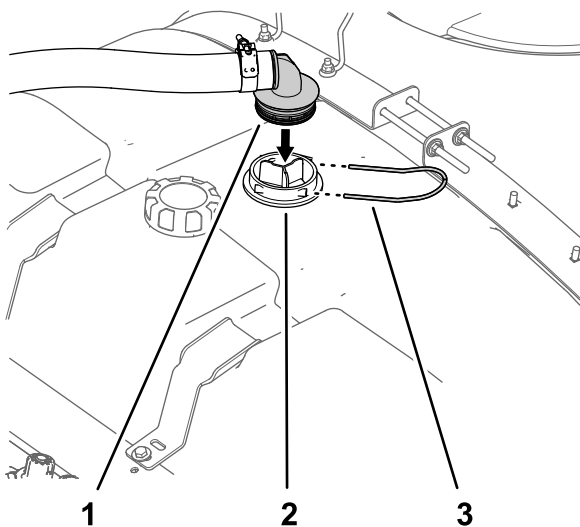

Figure 2
1. Au sommet de la cuve de pulvérisation, retirez l'étrier qui fixe le raccord à 90° cannelé du flexible d'aspiration au boîtier de la crépine d'aspiration, et détachez le raccord cannelé du boîtier (Figure 2).
2. Déposez le raccord à 90° du boîtier de la crépine d'aspiration (Figure 2).